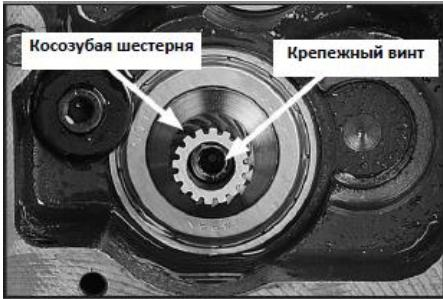

Рис. 27 Косозубая шестерня и крепежный винт
24. Снимите крепежный винт с внутренней стороны косозубой шестерни, как показано на Рис. 27, и снимите шестерню.